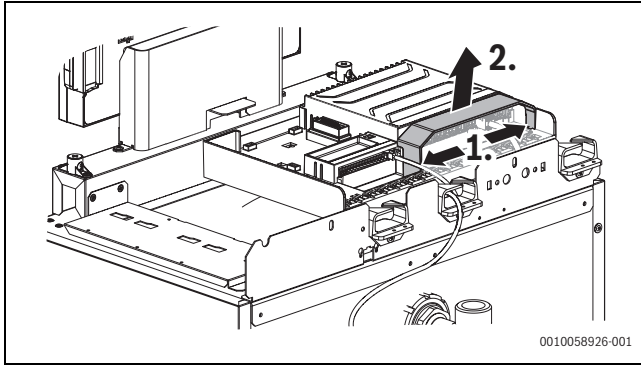

Bild 30 Schutzabdeckung der Anschlüsse abnehmen
- ▶ Gegebenenfalls Schutzabdeckung abnehmen (→ Bild 30).